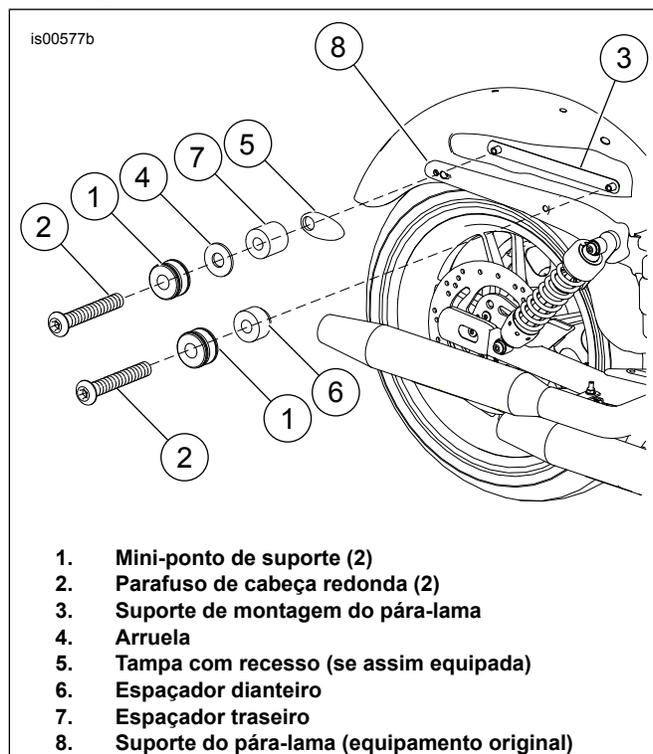

Figura 4. Instalação do kit de montagem do pára-lama (modelos sem acessórios removíveis)
2. Veja Figura 4. Coloque o novo suporte de montagem do pára-lama (3) dentro do pára-lama de modo que as saliências rosqueadas se encaixem dentro dos dois furos no pára-lama.